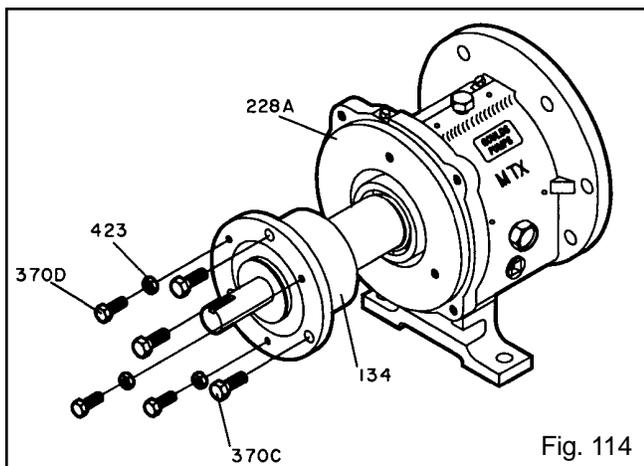

Fig. 114
- Recubra con aceite la parte de afuera de la caja de los cojinetes (134) (Fig. 114).
- Instale los pernos de sujeción (370C) en la caja de los cojinetes (134). Apriételos con los dedos.
17. Instale los pernos de levantamiento (370D) con contratuercas (423) en la caja (134). Apriételos con los dedos.